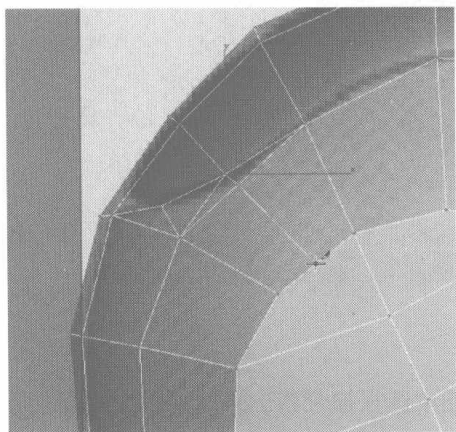
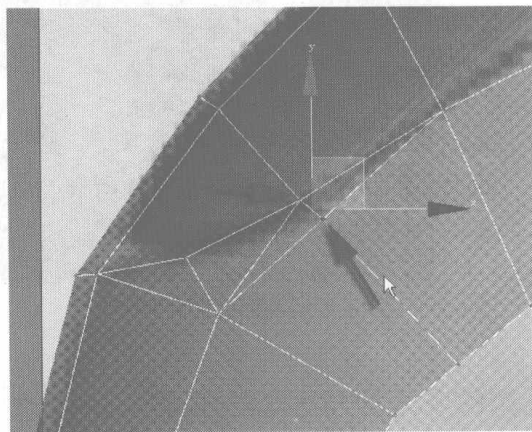

图 3.35
图 3.36
- 05** 继续用 Cut 命令添加如图 3.35 所示的细分线，再选择如图 3.36 所示的节点，单击右键，在弹出的快捷菜单中选择 Collapse 命令，将这两个节点合并。